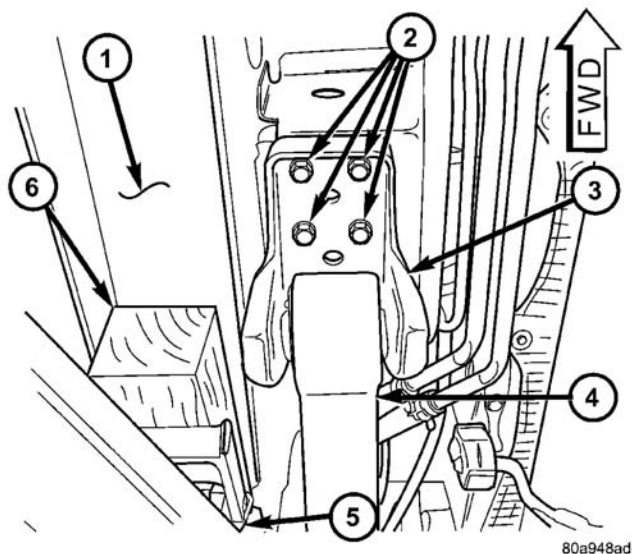

图 26 举升部位和板簧支座
（a）用需要维修的车辆一角的举升臂抵住放在车身后底框梁上面的木块，如图所示（图 26）。
(6) 使用支承架缓慢降下后桥，让后簧自由悬挂。
(7) 松开并卸下后板簧前支座的 4 个螺栓（图 26）。
(1) 将后簧的前卷耳装入后簧前支座内。安装枢轴螺栓和螺母。**此时不要拧紧枢轴螺栓。**
(2) 调整后簧的前支座位置，使后簧靠着车身底部。安装前支座的 4 个固定螺栓（图 26）。紧固 4 个固定螺栓至 61 N·m（45 ft.lbs.）的扭矩。